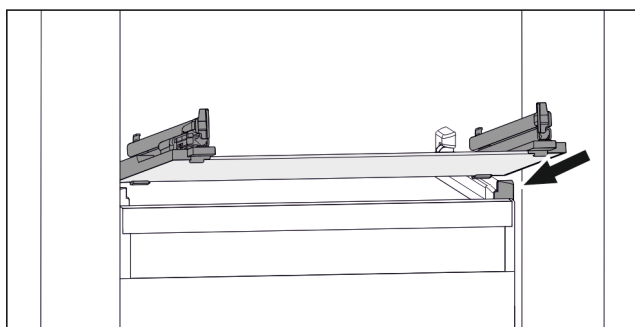

Fig. 115 Vejledende visning af glaspladen
- ▶ Sæt glaspladen skråt bag stoppene. (se Fig. 115)